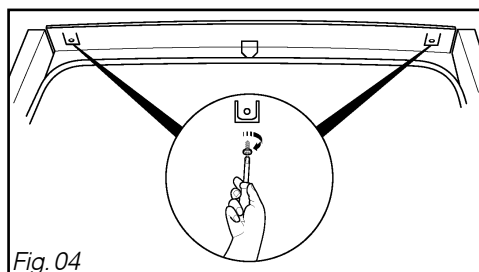

Fig. 04
- Fixez votre lave-vaisselle au plan de travail de la cuisine par deux vis, sous le retour plastique à l'avant (Fig 04).